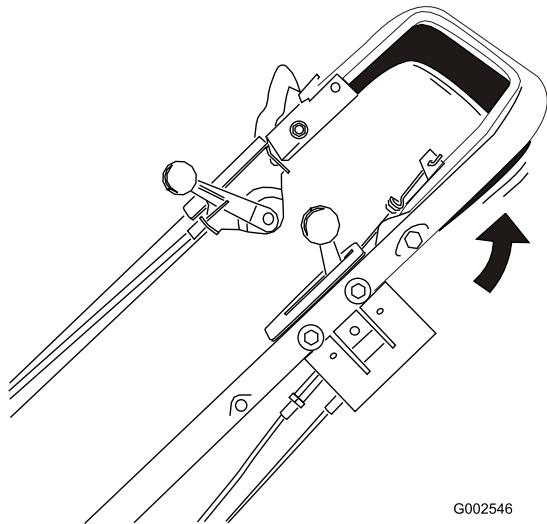

Figura 15
- Apriete la barra de control de tracción contra el manillar (Figura 15).